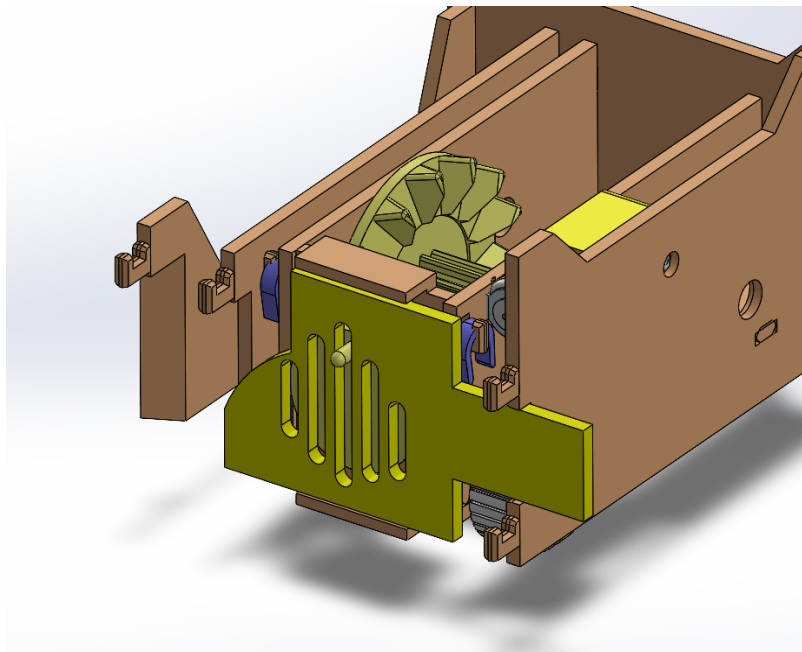

FIGURE 13
**ÉTAPE 10:** Dans cette étape, nous prenons la pièce numérotée 3, c'est la porte mobile qui pousse les dominos, elle a des lignes verticales dans lesquelles notre doigt mince passe, la plus longue bande de celles-ci, comme on le voit dans la figure 13.